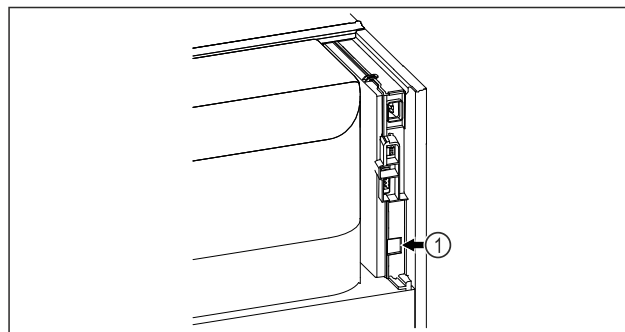

Fig. 134
- ☐ SmartModule Fig. 134 (1) je nasadený.